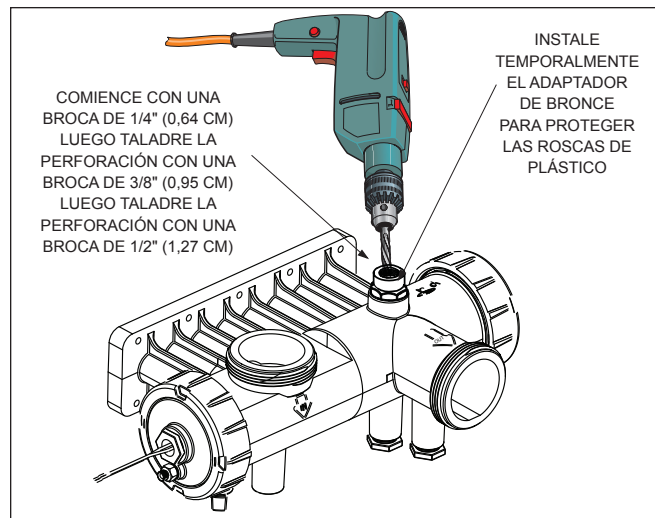

Figura 18. Taladre un agujero para la válvula de liberación de la presión
2. Con el avellanador como guía en el centro del agujero ciego, perforo un agujero de ¼ pulg. que atraviese el plástico. Véase Figura 18.